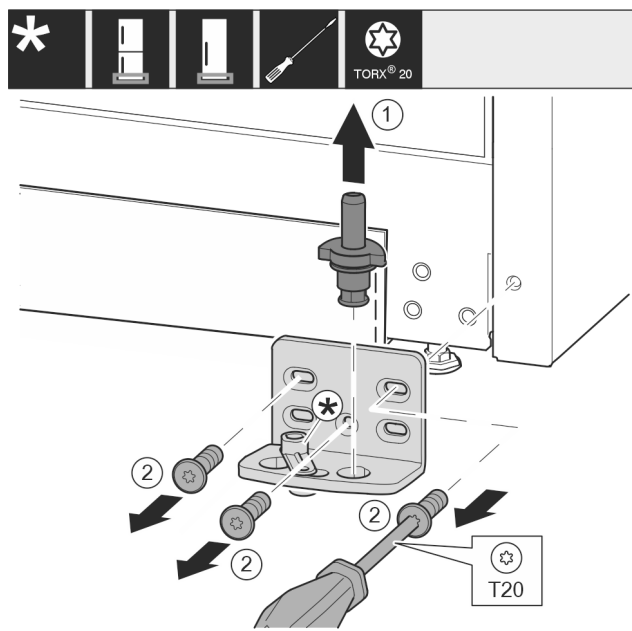

Fig. 15
- Извадете изцяло нагоре лагерния болт Fig. 15 (1).
- Отвийте винтовете Fig. 15 (2) с отвертка и свалете лагерната стойка.